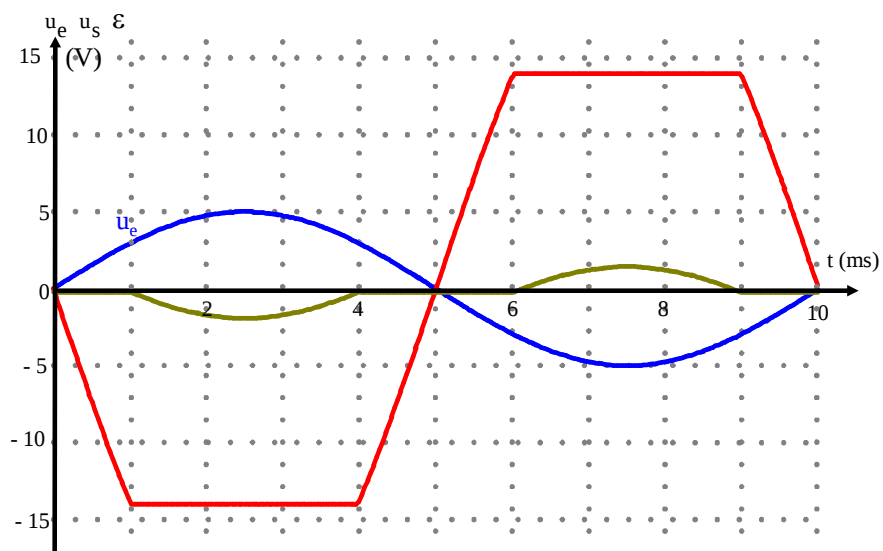

Figure 2
d) Déterminer l'expression de A_v en fonction de R_1 et R_2 et choisir des valeurs des résistances R_1 et R_2 pour obtenir ce facteur d'amplification. $-\frac{R_2}{R_1}$ e) Préciser la valeur de la tension de saturation V_{sat}. f) Indiquer les domaines de fonctionnement en régime linéaire et saturé. Voir figure en annexe g) Comparer le signe de u_s et de ε en régime saturé. h) L'amplitude de la tension u_e est ramenée à 2 V. La tension de sortie devient $u'_s(t)$. Tracer la courbe u'_s sur la même figure 2 en annexe. Au delà de la tension recommandé à l'entrée l' amplificateur à sature en écrêtant la tension à la sortie(15 V) pour ce cas la tension U_e dépasse environ 3V. Si U_e est ramenée à 2 V la sortie a le même allure que U_e (sinusoïdal) amplifie et inversée	/ 1 / 1 / 1